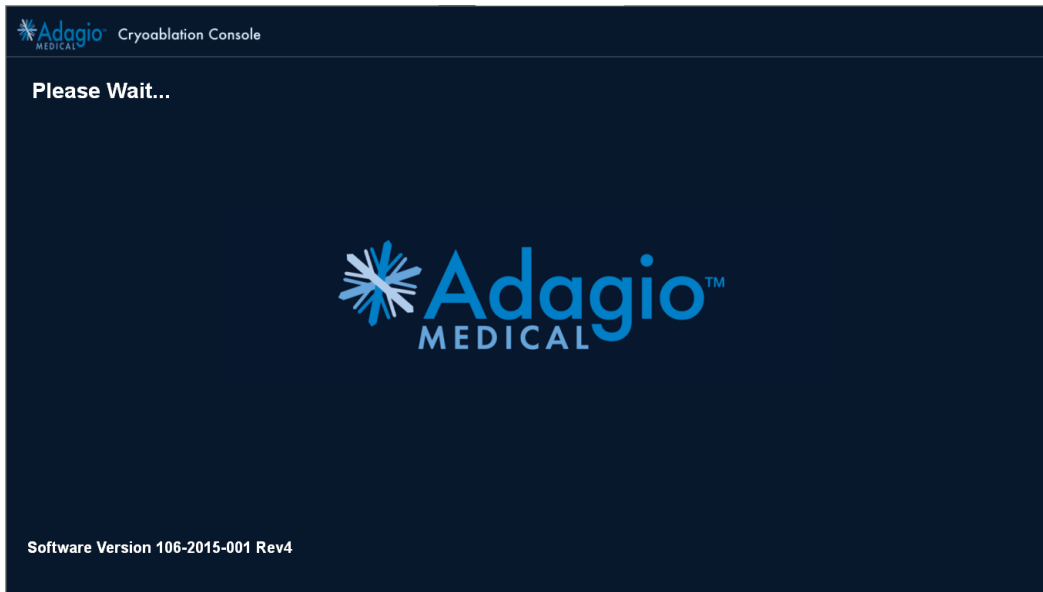

Abbildung 7 – Begrüßungsbildschirm
4. Das System überprüft automatisch die Kommunikation zwischen seinen Komponenten. Während dieses Vorgangs erscheint der in *Abbildung 7* gezeigte Begrüßungsbildschirm. Der Anwender muss an dieser Stelle nichts unternehmen. Sollte das Logo von Adagio Medical nicht erscheinen, auf die Taskansicht (*Abbildung 8*) drücken und die GUI-Anwendung von Adagio Medical auswählen.